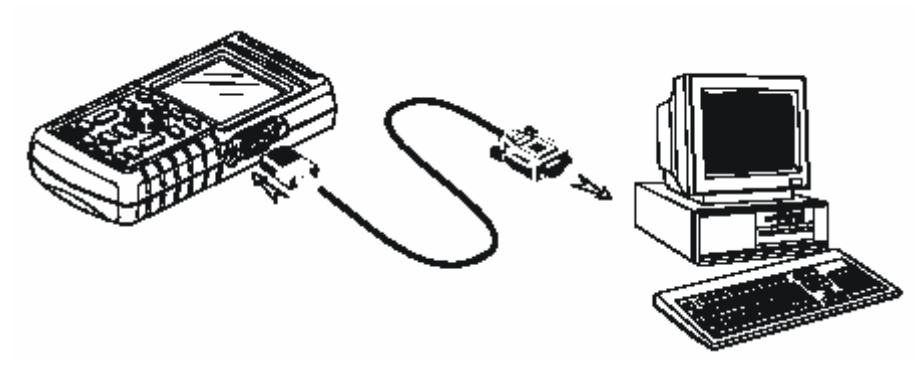

Рисунок 1-24. Подключение к компьютеру
- ♦ Используйте оптически изолированный переходник/кабель RS-232 (PM9080) для подключения компьютера через оптический порт измерителя. См. рисунок 1-24.